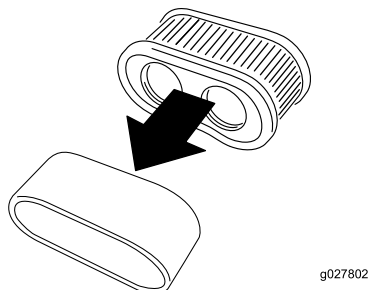

Figure 41
- Retirez l'élément en mousse de l'élément en papier (Figure 41).